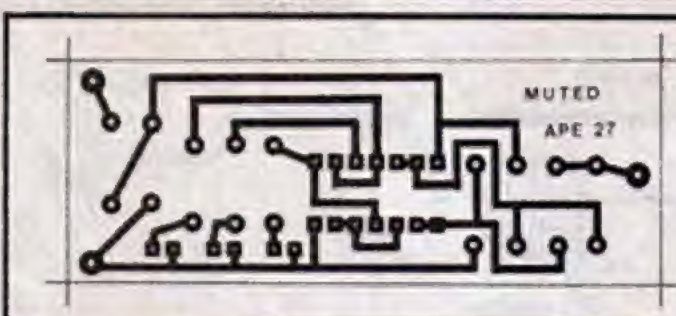

Fig. 2
- **FIG. 2** - Placa específica de Circuito Impresso, para a montagem do **MUTED**, com o **lay out** do padrão cobreado visto em tamanho natural. Apesar da presença (um tanto "atemorizante" para quem